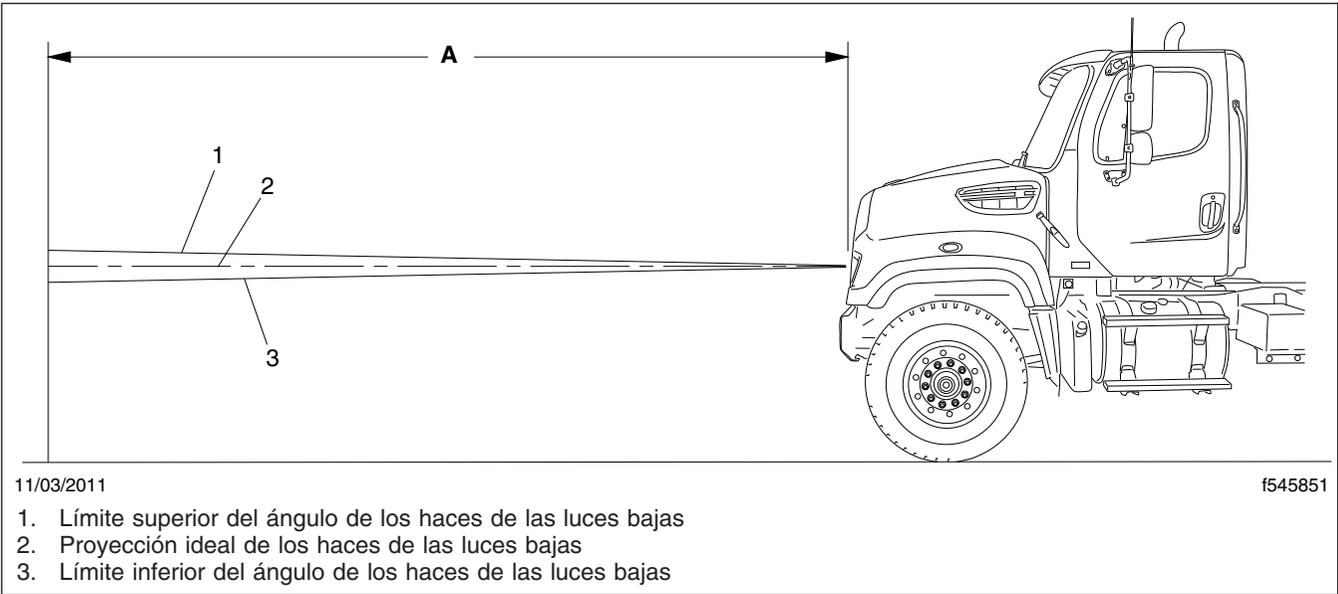

Figura 23.2, Límites verticales de la variación de las luces bajas de los faros
6. Revise el ajuste vertical de los haces de las luces bajas. El centro de cada proyección de haz debe caer en las marcas hechas durante el paso 4, o cerca de ellas. Vea la **Figura 23.2**.